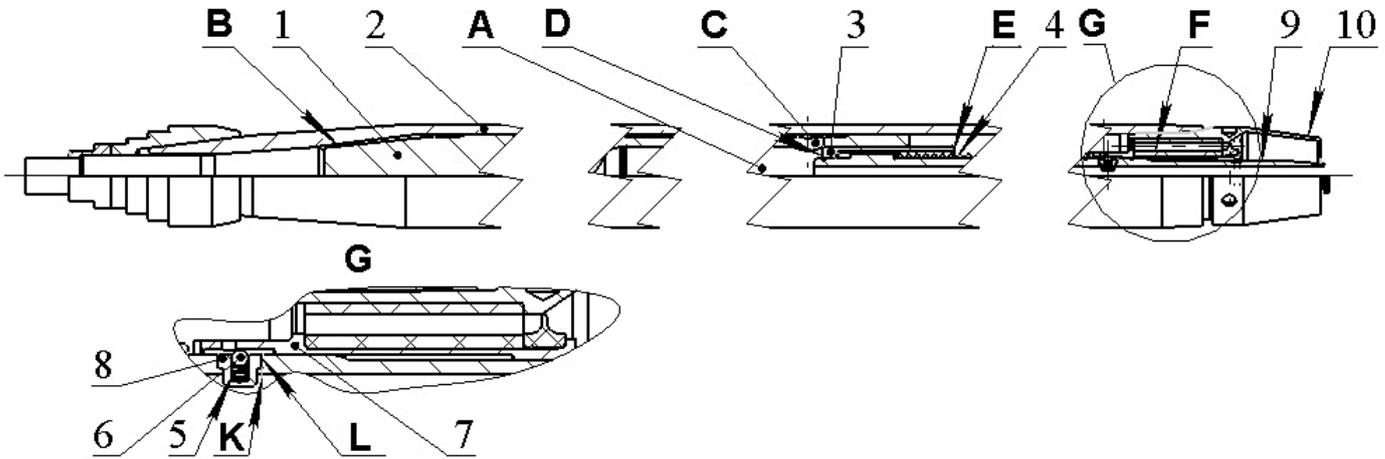

Рис. 5. Схема пробойника (прямой ход):
Перемещение пробойника в грунте осуществляется под действием ударов, наносимых ударником по корпусу. Обратному перемещению препятствуют силы сцепления корпуса с грунтом. Сжатый воздух от компрессора (см. рис. 5) через воздухоподводный шланг и канал в стебле золотника поступает в заднюю рабочую камеру **A**.
Рабочая площадь ударника 1 со стороны передней камеры **B** и, соответственно, усилие, создаваемое сжатым воздухом, больше, чем площадь (усилие) со стороны задней камеры **A**, поэтому ударник 1 начинает движение назад (рис.5,вправо). После перекрытия окон **C** гильзой 3 золотника (когда окна **C** пройдут вправо за кромку **D** гильзы 3 золотника) движение ударника назад происходит благодаря расширению сжатого воздуха в камере **B**. Как только окна **C** пройдут кромку **E** гильзы 3 золотника, произойдет выхлоп воздуха из камеры **B** через окна **C** и каналы **F** амортизатора в атмосферу.
Крайнее переднее положение патрубка, соответствующее прямому ходу ударного узла, устанавливается с помощью пружины 4 (рис. 5) при снятии давления в пробойнике.
- подтянуть гайку 10 золотника (рис.5) в корпусе пробойника специальным ключом или воротком, вставленным в монтажные отверстия гайки;